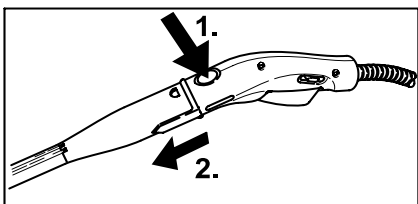

Abbildung 6
- Zum Trennen der Zubehörteile die Entriegelungstaste (C2 bzw. G2) drücken und die Teile auseinander ziehen (siehe Abbildung 6).